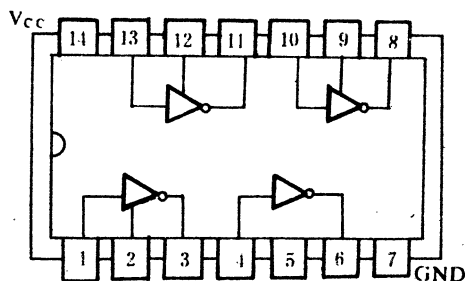

图 1-30 MC1489 芯片管脚图
**故障维修** 一般这种情况出现就要打开主控底座检查 RS-232 串行接口的四线接收器 MC1489 芯片。首先测量该片的 Vcc 值,如正常就依次测量芯片的(13-11)、(1-3)、(4-6)这三级管脚的电压值,[10-8 脚为空脚](见图 1-30)。若其电压